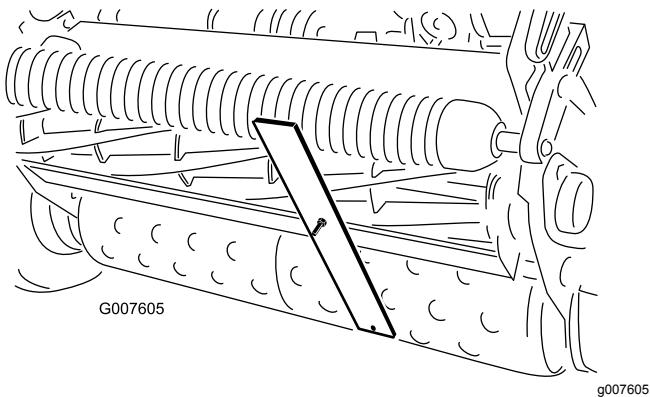

图51
4. 将螺丝头钩在底刀的刀刃上并将调刀尺的后端放到后滚筒上 **图51**。